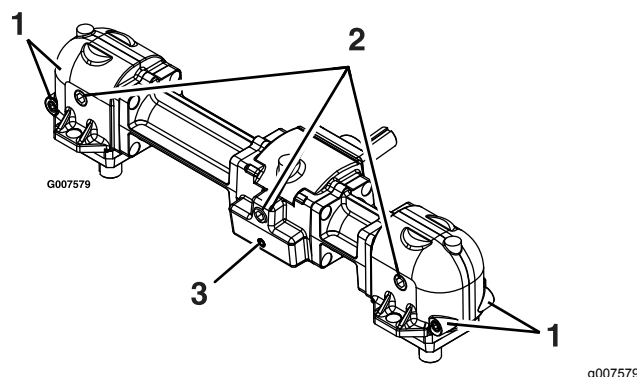

Figure 28
4. Enlevez le grand bouchon de vidange d'huile à l'avant de chacune des trois éléments du boîtier d'engrenages, et vidangez l'huile (Figure 28).